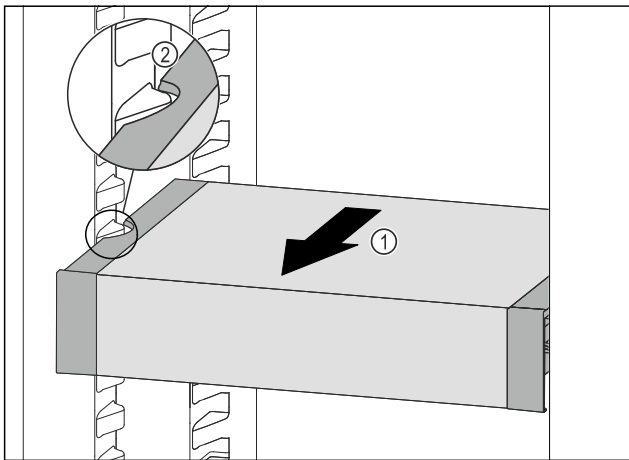

Fig. 91
- ▶ Вытягивайте VarioSafe вперед Fig. 91 (1), пока боковые выемки VarioSafe не окажутся на высоте выступа резервуара в холодильном отделении. Fig. 91 (2)